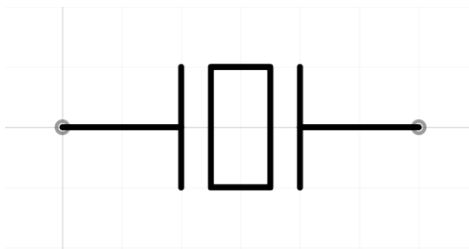

Рисунок 2.18 – УГО кварцевого резонатора
- кварцевый резонатор – Имя: «ZQ», номер: «Y?» (рисунок 2.18)\$